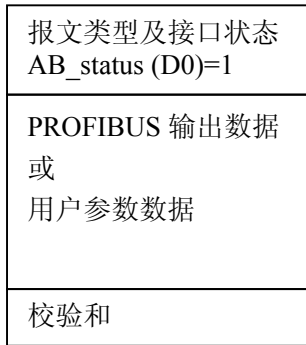
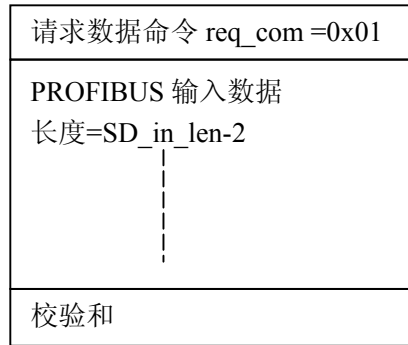
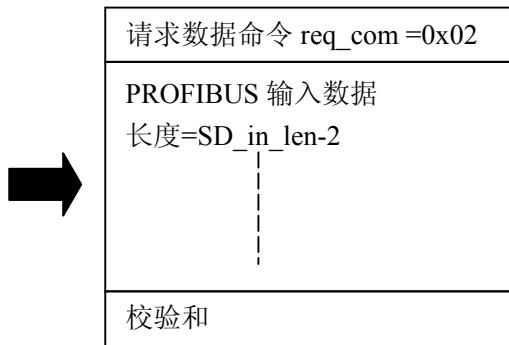
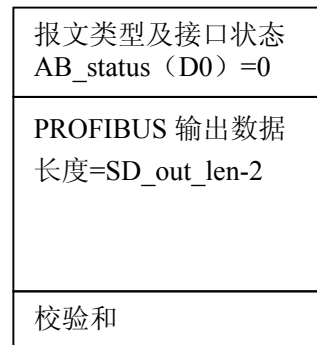

图 4-13: 用户板接收到输出数据
图 4-14: 用户板发输入数据报文
图 4-16: 正确地接收了接口板回答的输出数据报
图 4-17: 接口板回答输出数据报格式 A, 其中用户参数已更新标记
② 如果 AB_status (D0)=1，见图 4-13：表明接口板用户参数数据已由主站更新；因此，用户模板应在发送输入数据报文中置“请求数据命令 req_com=0x01”，见图 4-14，即：请求读用户参数；接口板将回答输出数据报文格式 B，即回答用户参数数据。见图 4-15。如果用户板正确地接收了接口板回答的输出数据报文格式 B，应发请求数据命令 req_com=0x02（见表 4-4：请求数据命令 req_com），清除用户参数已更新标记 AB_status (D0)，否则，AB_status (D0)将保持为 1。见图 4-16、图 4-17。